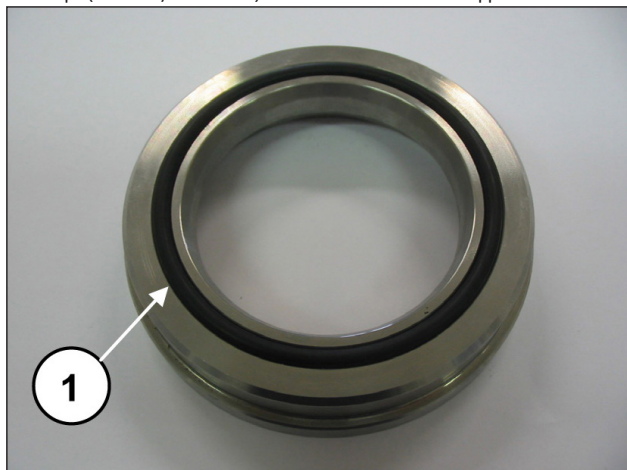

Рис. 173
Установите теперь на кольцо набивок уплотнительное кольцо (поз. ①, Рис. 173) и вставьте его в гнездо на головке.